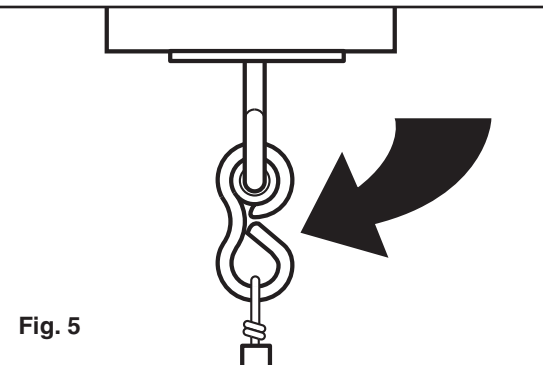

Fig. 6
10. Place bolt covers over the top of the swing hangers and loc nuts. Secure to the supports using two 10D galvanized nails per bolt cover (see Fig. 6).
10. Coloque las tapas de pernos opresores sobre la parte superior de los colgadores del columpio y tuercas opresoras. Sujételas a los apoyos usando dos clavos 10D galvanizados por cada tapa de perno opresor (vea la Fig. 6).
10. Placer les cache-boulons sur le dessus des crochets de balançoire et des écrous de blocage. Fixer chaque cache-boulon aux pièces de support à l'aide de deux clous galvanisés 10D (voir la figure 6).